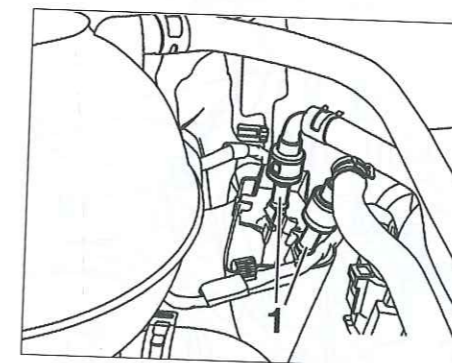

Fig. 39
- Desconectar los manguitos de alimentación y de retorno de combustible (1) (Fig.39).